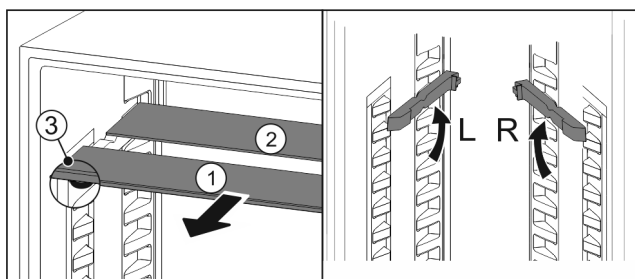

Fig. 20
- Skleněné desky jednotlivě vytáhněte dopředu Fig. 20 (1).
- Skleněná deska Fig. 20 (1) s ozdobnou lištou leží vpředu.
- Zarážky Fig. 20 (3) směřují dolů.